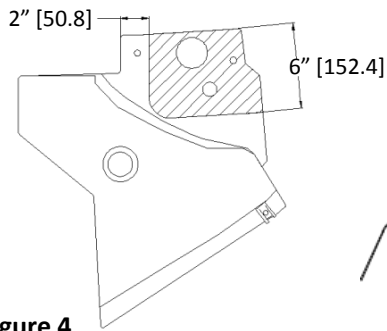

Figure 4
- Découper le panneau décoratif enlevé à l'étape 1 ou le retourner au propriétaire. Obtenir la permission du propriétaire avant le découpage. Marquer la zone à découper au marqueur, puis utiliser un couteau utilitaire pour le découpage. Voir la figure 4. Re-installer le panneau décoratif.
Marquer la zone à découper au marqueur, puis utiliser un couteau utilitaire pour le découpage. Voir la figure 4.